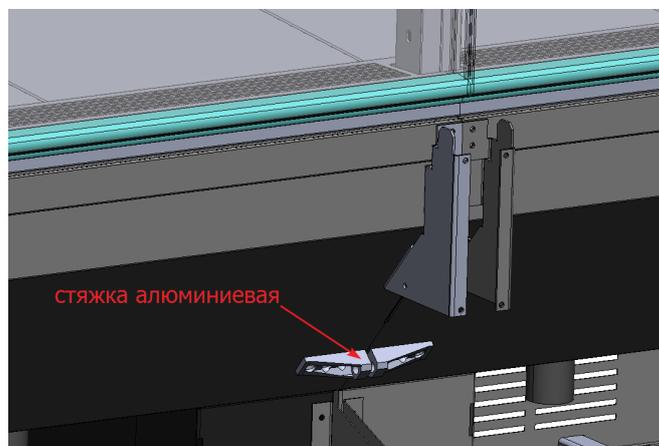

рис. 4
- через стяжки алюминиевые с помощью винта М8х40 и гайки М8 (рис.4 и 5)